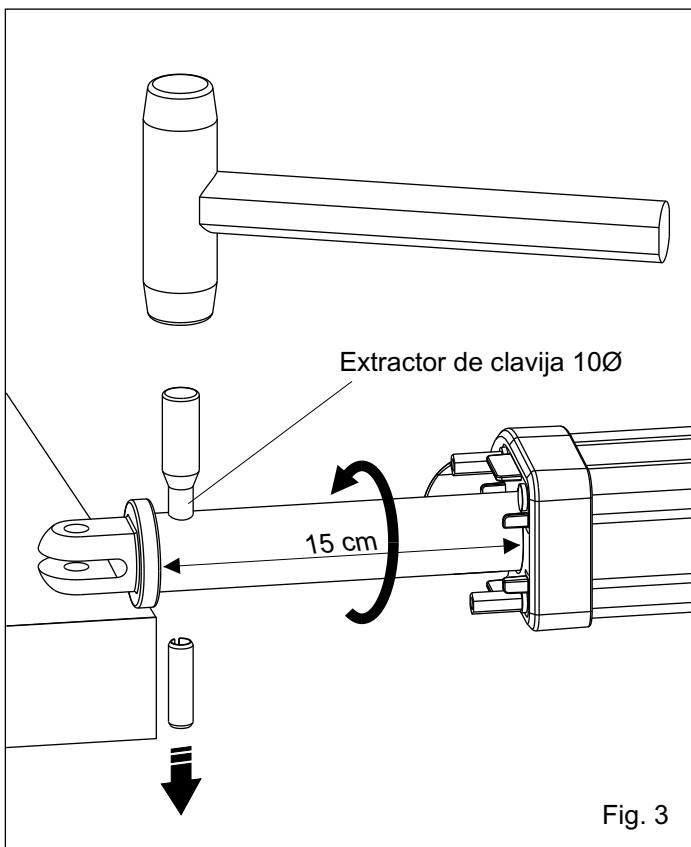

Fig. 3
- Girar en sentido horario la barra para sacarla afuera de 15 cm; sacar la clavija de cerradura de la horquilla anterior utilizando un extractor de clavija de 10Ø y un martillo (Fig.3).